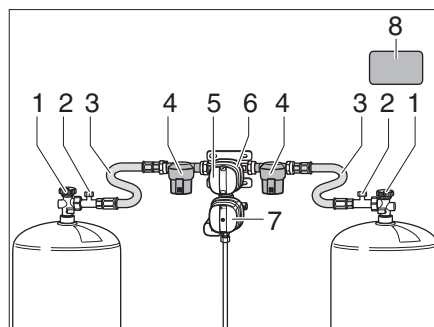
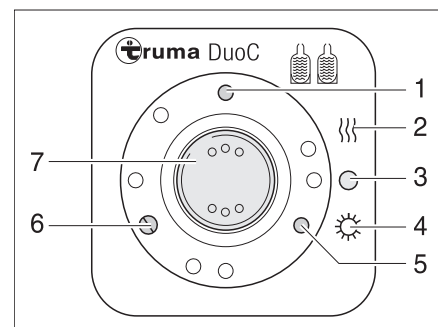
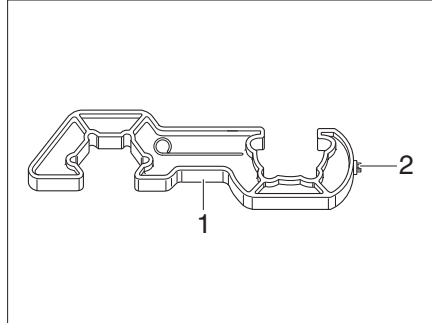
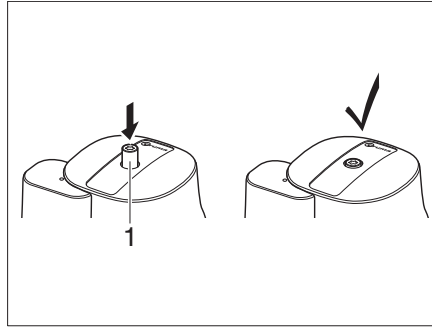

Bild 235 DuoControl-Umschaltanlage
Bild 236 Bedieneinheit
Bild 238 Schraubhilfe
Bild 239 Crashsensor
Die DuoControl-Umschaltanlage besteht aus einem Umschaltventil (Bild 235,6) und der Bedieneinheit (Bild 236). Das Umschaltventil ist zwischen den Hochdruckschläuchen (Bild 235,3) montiert. Mit dem Drehknopf (Bild 235,5) am Umschaltventil kann bestimmt werden, welche der Gasflaschen als Betriebsflasche und welche Gasflasche als Reserveflasche verwendet wird.
Das Umschaltventil (Bild 235,6) ist mit der Regler-Enteisungsanlage EisEx ausgestattet. So werden Störungen der Gasanlage im Winter vermieden.
Vor dem Umschaltventil befinden sich auf jeder Seite ein Gasfilter (Bild 235,4), der die Gasanlage vor Verölung und Verunreinigungen schützt.
An der Bedieneinheit (Bild 236) können nur die elektrischen Funktionen geschaltet werden. Die Haupt-Absperrventile (Bild 235,1) der Gasflaschen müssen von Hand geöffnet werden.
Das Umschaltventil gewährleistet einen konstanten Gasdruck, unabhängig davon, welche Gasflasche Gas liefert. Die zwei Kontroll-Leuchten an der Bedieneinheit zeigen den Füllstand der Betriebsflasche an. Wenn die grüne Kontroll-Leuchte (Bild 236,6) leuchtet, ist die Betriebsflasche voll. Wenn die rote Kontroll-Leuchte (Bild 236,5) leuchtet, ist die Betriebsflasche leer. Die Gasversorgung erfolgt dann über die Reserveflasche.
- Die Haupt-Absperrventile (Bild 235,1) an den Gasflaschen öffnen.
- Mit dem Drehknopf (Bild 235,5) am Umschaltventil (Bild 235,6) die Gasflasche wählen, der vorrangig das Gas entnommen werden soll (Betriebsflasche). Den Drehknopf immer bis zum Anschlag drehen.
- Den Wippschalter (Bild 236,7) auf "O" (Bild 236,3) stellen. Die gelbe Kontroll-Leuchte (Bild 236,1) erlischt.
- Die Haupt-Absperrventile (Bild 235,1) an den Gasflaschen schließen.
Die Kontroll-Leuchten an der Bedieneinheit (Bild 236,5 und 6) signalisieren im Fahrzeuginneren, ob die Betriebsflasche betriebsbereit ist.
Wenn die grüne Kontroll-Leuchte (Bild 236,6) während des Betriebs erlischt und die rote Kontroll-Leuchte (Bild 236,5) aufleuchtet, ist die als Betriebsflasche gewählte Gasflasche leer und muss gewechselt werden. Die Reserveflasche versorgt die Gasverbraucher weiterhin mit Gas.
- ▶ Zum An- und Abschrauben der Hochdruckschläuche die beiliegende Schraubhilfe (Bild 238,1) verwenden. Sie gewährleistet das nötige Anzugsmoment und verhindert Beschädigungen an der Verschraubung durch falsches Werkzeug.
- Das Haupt-Absperrventil (Bild 235,1) an der leeren Gasflasche schließen.
- Den Hochdruckschlauch (Bild 235,3) mit der Schraubhilfe (Bild 238) von der Gasflasche abschrauben.
- Die volle Gasflasche an den Hochdruckschlauch (Bild 235,3) anschließen.
- Das Haupt-Absperrventil (Bild 235,1) an der Gasflasche öffnen.
- Den Drehknopf (Bild 235,5) am Umschaltventil (Bild 235,6) mit einer halben Umdrehung so einstellen, dass die eben gewechselte Gasflasche als Reserveflasche dient.
- Knopf (Bild 235,2) für die Schlauchbruchsicherung am Hochdruckschlauch drücken, um sie zu aktivieren.
- Ggf. den Rückstellknopf (Bild 239,1) am Crashsensor drücken.
- ▶ Sicherheitsaufkleber (Bild 235,8) im Gaskasten beachten.
- Mit dem Torx T20 (Bild 238,2) an der Schraubhilfe den Entsicherungsknopf (Bild 239,1) eindrücken, leicht im Uhrzeigersinn drehen und 5 Sekunden lang halten.
Der Crashsensor ist betriebsbereit, wenn der Entsicherungsknopf (Bild 239,1) in der versenkten Stellung bleibt.
- Nach dem Wechsel der Gasflasche grünen Knopf (Bild 235,2) am Hochdruckschlauch (Bild 235,3) kräftig drücken.